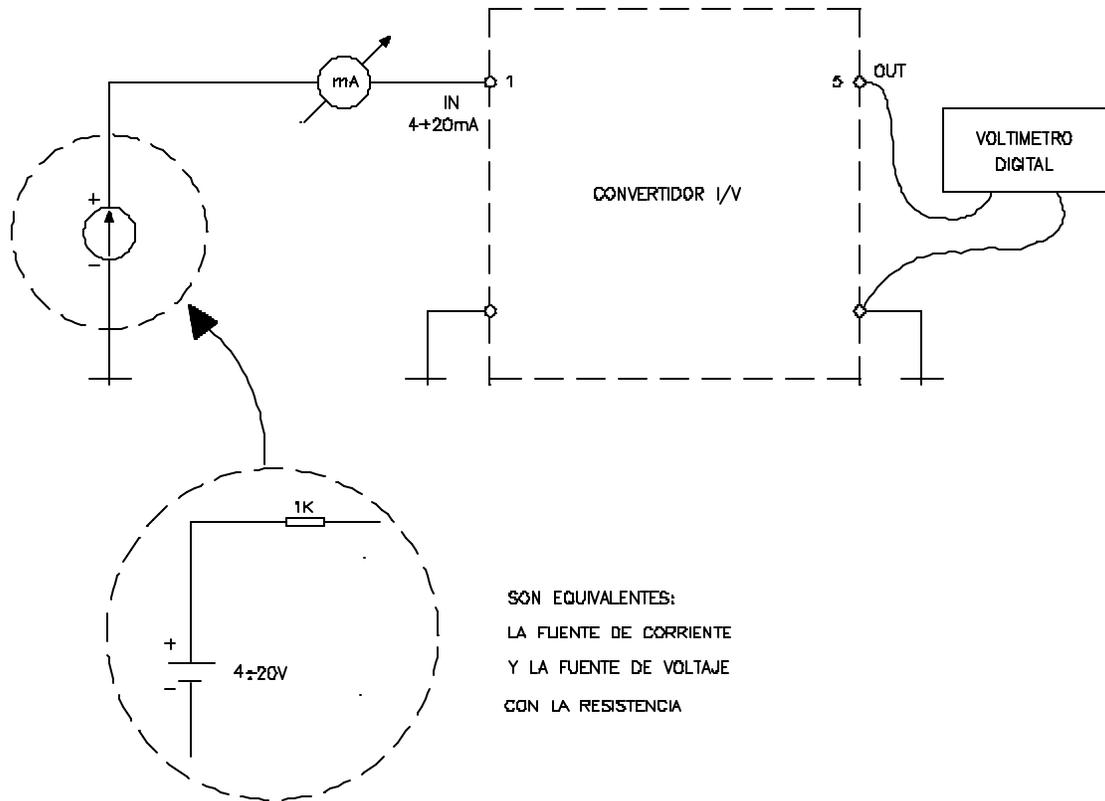

Figura 11.
- Para aplicar en la entrada, entre los bornes 1 y tierra, un voltaje variable entre 4 V y +20 V conecte en serie una resistencia de 1 K y un miliamperímetro, como se muestra en la Figura 11.
- Para aplicar en la entrada, entre los bornes 1 y tierra, un voltaje variable entre 4 V y +20 V conecte en serie una resistencia de 1 K y un miliamperímetro, como se muestra en la figura 11.